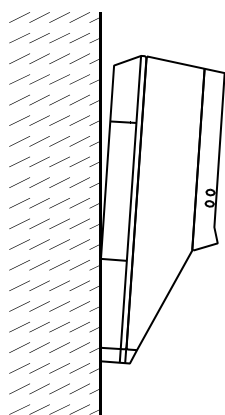

Abbildung 3.2
6.4.3 Wandmontage, 3° vertikal nach unten geneigt (Abb. 3.2)